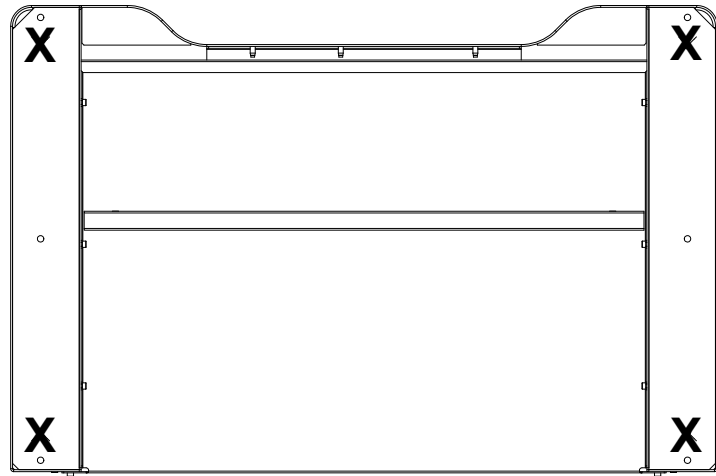

Figure 19. Dessous du bâti montrant l'emplacement des pieds du bâti
6. Repérez les pieds du bâti qui ont pu être retirés pour boulonner le bâti à la palette et réinstallez-les aux endroits indiqués sur Figure 19 à la page 71.